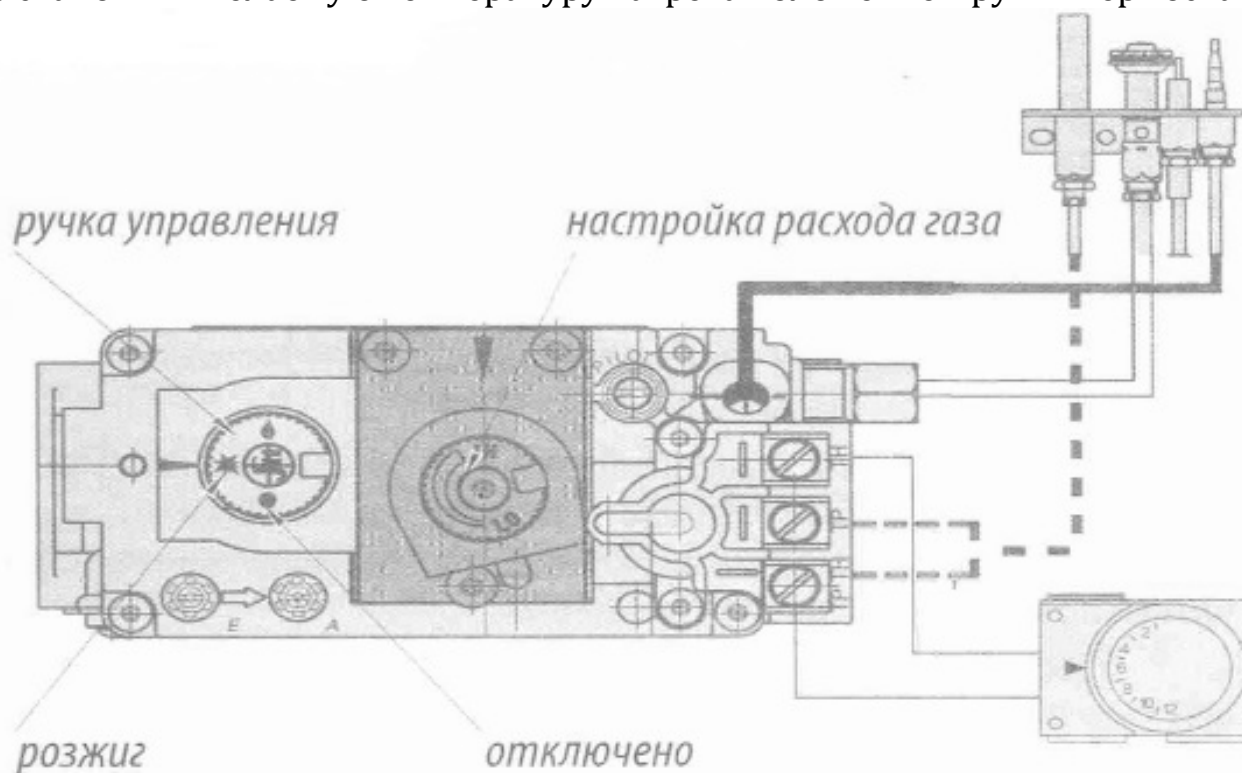

Рис. 10. Элементы управления КОГВ «STRATTOS» 35-100 кВт
8.4.1. Установить ручку газового блока в положение "Отключено" (см. рис.10).